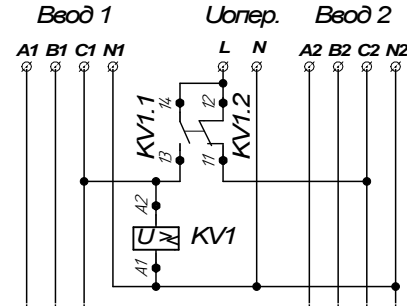

Рис.6 Схема получения оперативного питания с использованием реле напряжения
5.2.1. Схема получения оперативного питания с использованием реле напряжения приведена на рис.6.
**Достоинства и недостатки аналогичны схеме, приведенной на рис.6.**